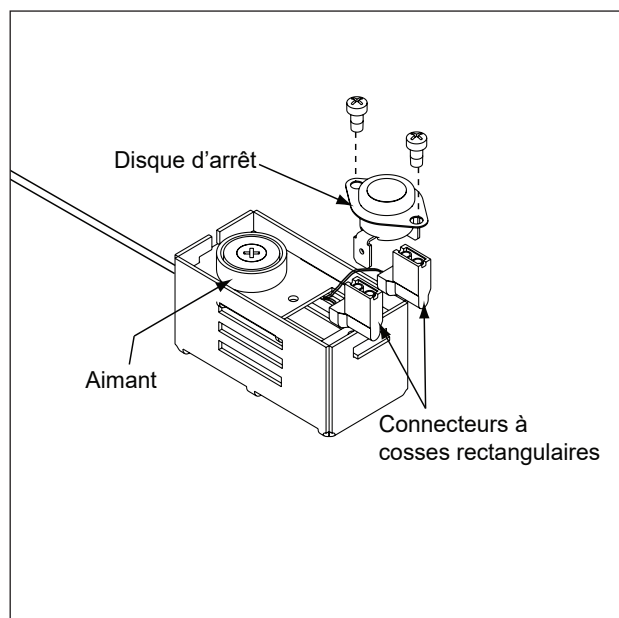

Figure 23.2
3. Tirez le disque d'arrêt et les connexions à cosses rectangulaires vers le haut pour les sortir du support comme illustré à la **Figure 23.2.**